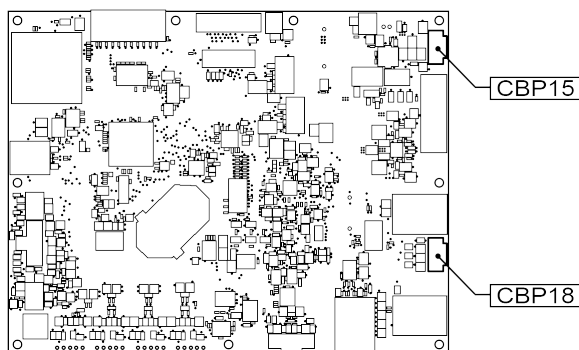

Figure 13
10. À l'aide du harnais fourni avec l'imprimante, connectez-le à la carte de commande comme indiqué sur la Figure 13. Les fils sont marqués avec leurs étiquettes de connecteur respectives.